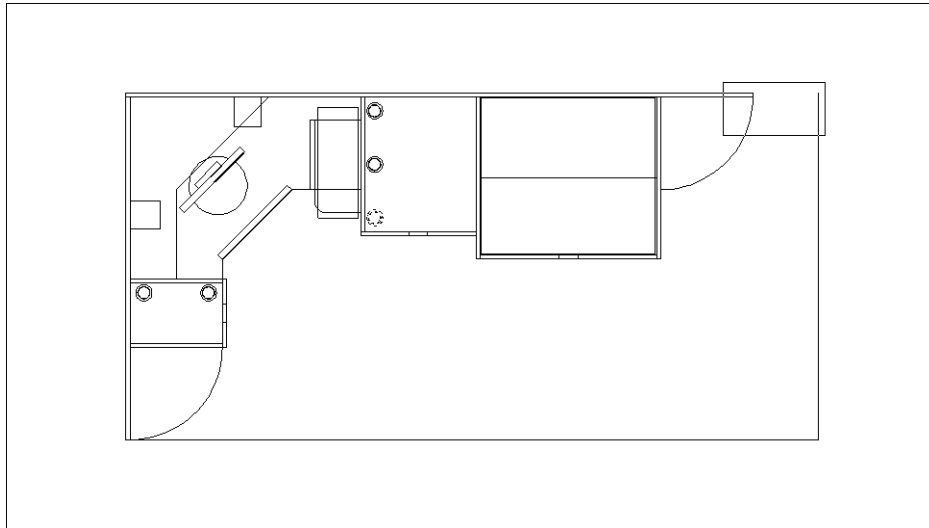

Рис. 5.37. Выбор фрагмента чертежа для его увеличения с помощью инструмента Zoom Window во время работы команды COPY
3. Щелкните на кнопке **Zoom Window** (Показать рамкой) панели инструментов **Standard** (Стандартная) и охватите рамкой масштабирования область, показанную на рис. 5.37. (Выполнение команды **СОРУ** будет приостановлено, но не прервано, о чем можно судить по отображению копируемых объектов штриховыми линиями.)